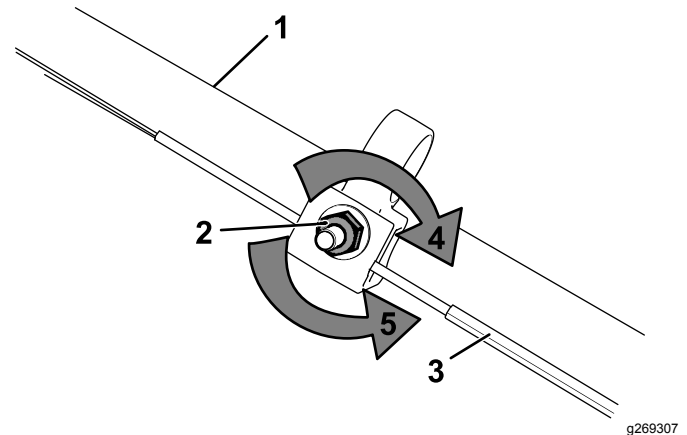

Figura 28
- Gire la tuerca de ajuste en sentido antihorario para aflojar el ajuste del cable (Figura 28).
- Ajuste la tensión del cable (Figura 28) tirando del mismo hacia atrás o empujándolo hacia adelante, y sujételo en esa posición.